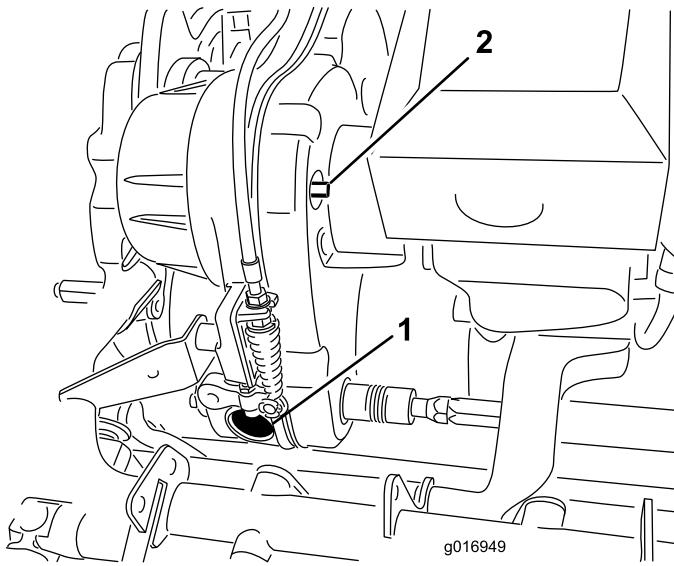
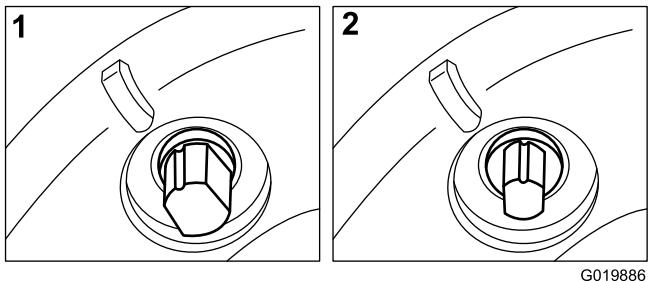

Figura 44
Figura 45
Retire a tampa de borracha (Figura 44) do orifício na parte da frente da transmissão, se for necessário aceder à embraiagem.
A correia de transmissão é apertada por uma polia intermédia da mola. Se a tensão da correia tiver de ser engatada/desengatada, utilize uma chave de aperto de 10 mm (3/8 pol.) para rodar o eixo de engate/desengate (Figura 44) para a posição desejada. Rodar o eixo 1/4 de volta no sentido dos ponteiros do relógio irá desengatar a polia da correia (Figura 45).
- Nota:** Retire a tampa de borracha (Figura 44) do orifício na parte da frente da transmissão para ver a embraiagem do cilindro.